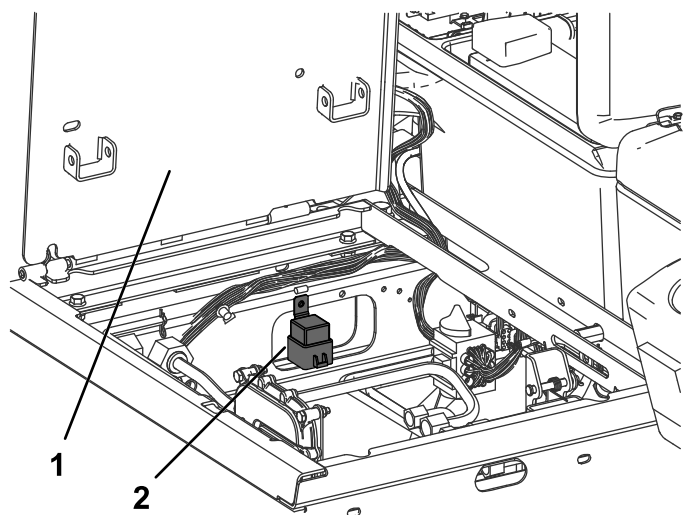

図 26
7. キットに付属しているタッピングねじを使って、リレーをリレーマウントに 図 26 のように取り付ける。